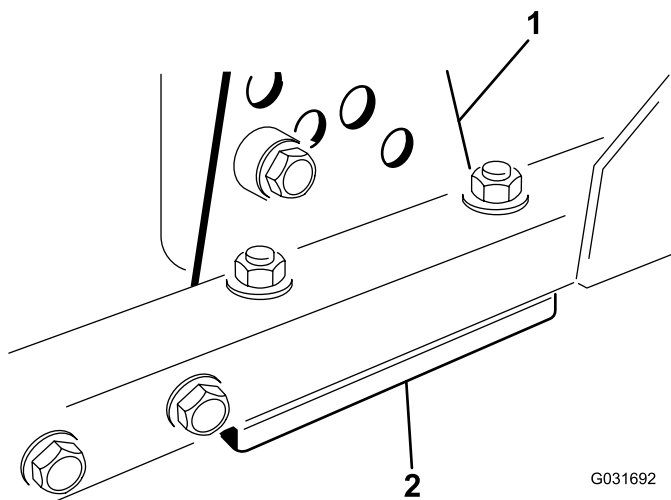

Рисунок 62
1. Снимите кронштейн высоты скашивания (передний, левый или правый) с рамы деки (Рисунок 62).
2. Установите регулировочные прокладки толщиной 1,5 мм и/или 0,7 мм между рамой деки и кронштейном, чтобы получить необходимую регулировку высоты (Рисунок 62).